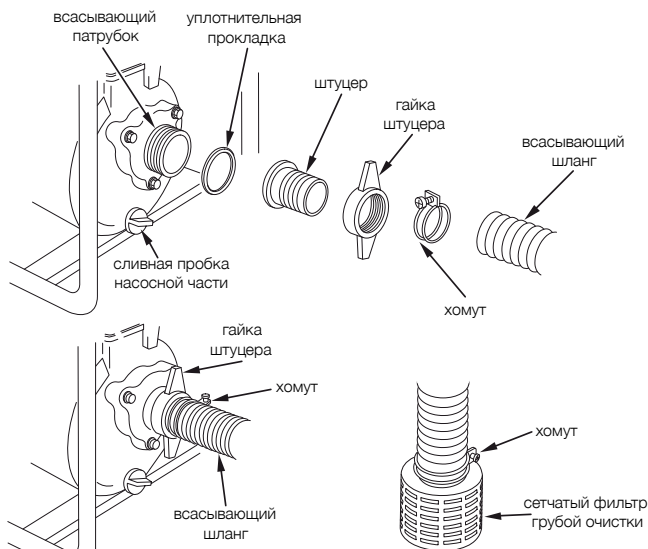

Рис. 8
8.6.1. Закрепить гайками на всасывающий и напорный патрубки насоса штуцеры. Предварительно установить уплотнительные резиновые прокладки между штуцерами и патрубками (см. рис. 8);
8.7.4. Во избежание повреждения насосной части насоса вследствие коррозии или расширения воды при случайном замерзании, необходимо после эксплуатации и перед длительным хранением слить из нее воду, открыв сливную пробку (см. рис. 8).
8.9.4. Слить воду из напорного шланга и насосной части насоса через сливную пробку (см. рис. 8).